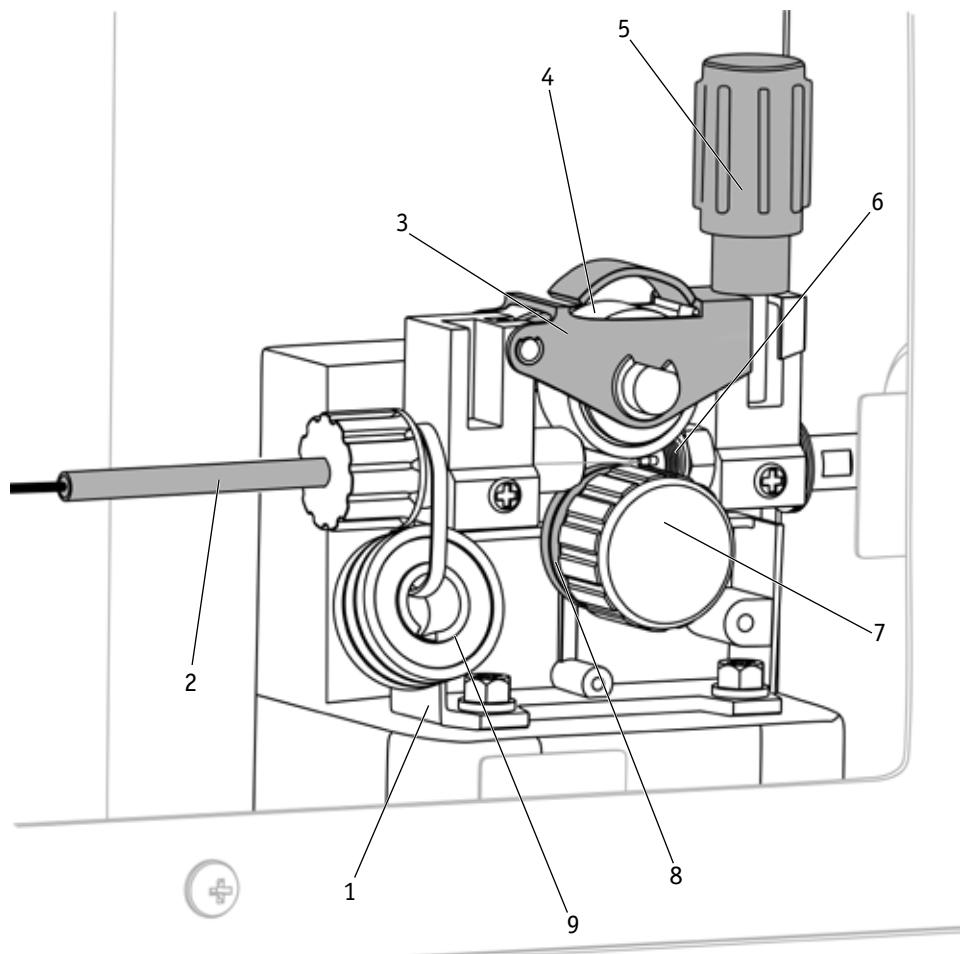

Рис. 9.12. Механизм подачи проволоки.
4. Подающий механизм (См. раздел 9, рис. 9.12)